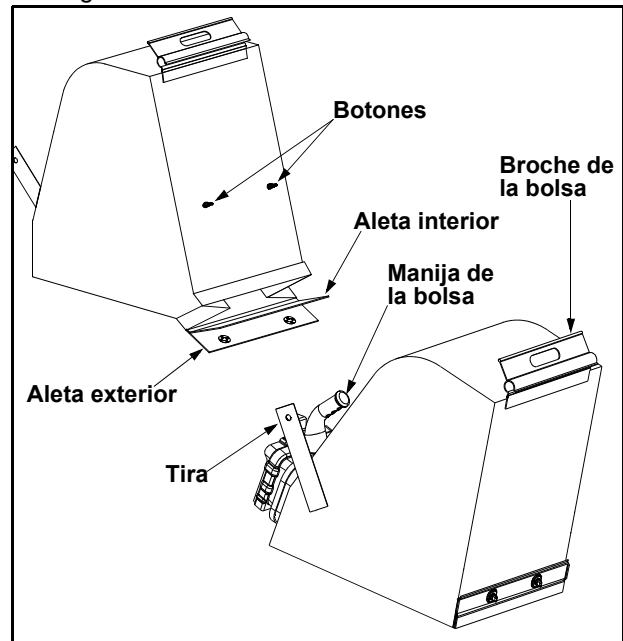

Figura 9
- Desenganche las tiras de la bolsa de la manija inferior y desabroche el broche de la bolsa de la parte superior de la manija inferior. Ver Figura 9.
- Gire los dos botones de la parte posterior de la bolsa para abrirla y vaciar el contenido. Ver Figura 9.